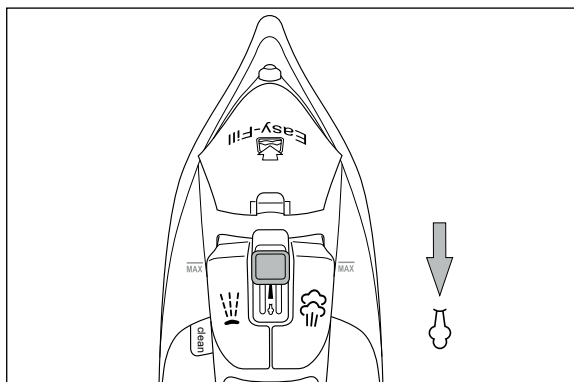

Fig. 1
- 3) Spingere il regolatore di vapore **3** completamente verso il basso in posizione  (più vapore) (vedere fig. 1).